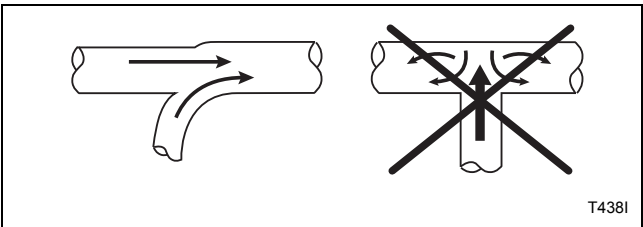

Figura 11
El conducto colector debe ser de sección creciente, según se indica en la *Figura 11*. Los conductos individuales de la secadora deben conectarse al conducto colector formando un ángulo de 45° en el sentido del flujo de aire.
**NOTA: No conecte nunca un conducto de secadora perpendicular a un conducto colector. Consulte la *Figura 11*. Al hacer esto se producirá una contrapresión excesiva, produciendo un rendimiento deficiente. No conecte nunca dos conductos de escape de secadora directamente uno frente al otro en el punto de entrada en el conducto colector.**